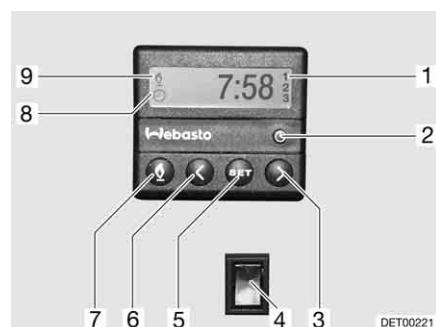

Fig. 111 Centralina di controllo per riscaldamento fisso
- Premere il tasto (Fig. 111,7). Il funzionamento del riscaldamento viene indicato con il simbolo (Fig. 111,9). La ventola viene inserita solo quando la temperatura dell'acqua di raffreddamento è pari a 30 °C.
- Premere il tasto (Fig. 111,7). Il simbolo (Fig. 111,9) si spegne.
- Premere l'interruttore (Fig. 111,4) in basso. Il motore viene preriscaldato. La ventola viene inserita immediatamente.
- Premere l'interruttore (Fig. 111,4) in alto. Il motore rimane freddo.
- Premere il tasto (Fig. 111,2). L'impostazione dell'ora viene indicata con il simbolo (Fig. 111,8).
- Impostare l'ora con i tasti (Fig. 111,3 e 6).
- Premere il tasto (Fig. 111,5).
- Impostare l'orario di accensione con i tasti (Fig. 111,3 e 6) entro 10 secondi.
- Premere il tasto (Fig. 111,5) fino a che nel display (Fig. 111,1) non appare il numero di programmazione desiderato.